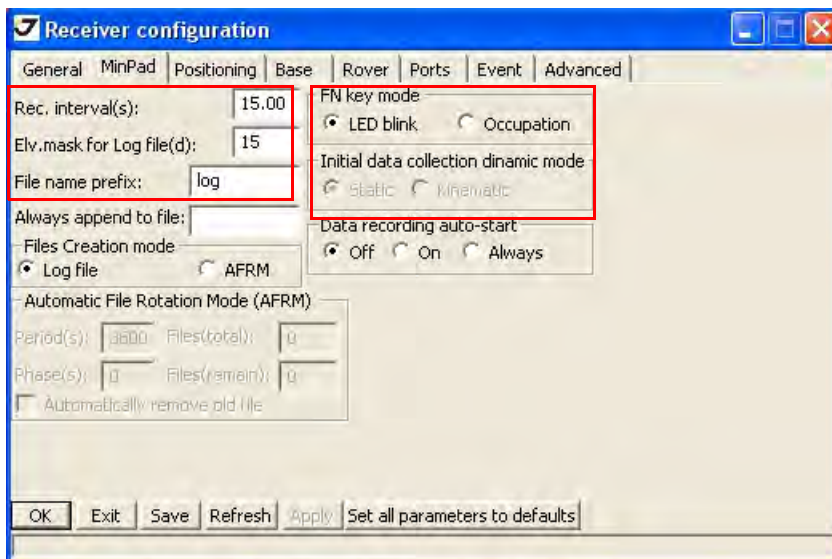

Рисунок 3-15. Настройки приемника – MinPad для записи данных
5. Перейдите в закладку *MinPad* и настройте следующие параметры (Табл. 6), а затем нажмите *Apply* (Рисунок 3-15 на стр. 56).